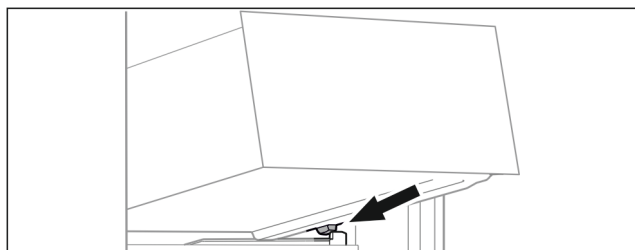

Fig. 135
- ▶ Stavite ladicu ukoso iza zaustavljača na žlijeb spremnika. (pogledajte Fig. 135)